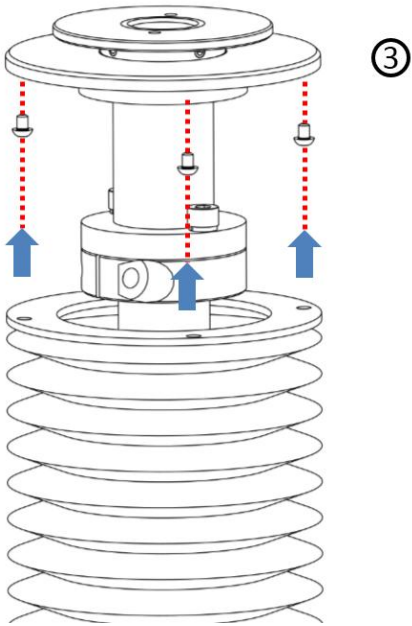

图 4-18 安装防护罩
- ③ 把防护罩锁紧在防护罩延长杆组件中，用 2.5 mm 内六角扳手安装防护罩与防护罩延长杆组件，如图 4-18 所示。